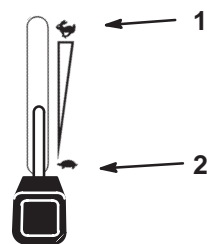

Figure 12
5. Placez la manette d'accélérateur en position de Régime maximum pour démarrer à froid (Fig. 12).
1. Placez la commande de PDF en position désengagée (Fig. 12).
2. Réglez la manette d'accélérateur à mi-course entre les positions de ralenti et de régime maximum (Fig. 12).